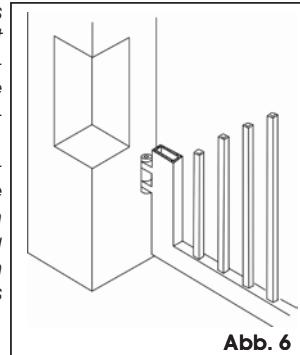

Abb. 6
**⚠ Wenn die Abmessungen des Pfostens oder die Position des Scharniers die Montage des Antriebs nicht ermöglichen ist es zur Einhaltung des ermittelten Maßes A erforderlich, eine Nische am Pfosten auszubilden (siehe Angaben in Abb. 6). Die Abmessungen der Nische müssen die problemlose Montage des Motors erlauben und dürfen weder die Drehung des Motors begrenzen noch die Entriegelung des Motors behindern.**